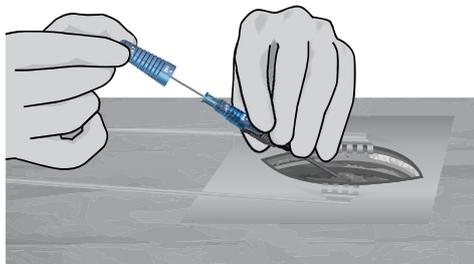
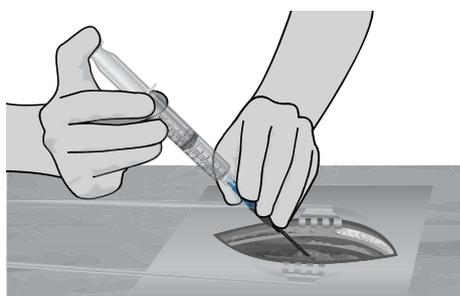

Figure 6. Retirez le stylet de l'aiguille
Figure 7. Vérifiez l'entrée dans l'espace épidural
5. Retirez le stylet de l'aiguille Entrada (voir Figure 6) et vérifiez la pénétration dans l'espace épidural à l'aide de la technique standard (voir Figure 7).